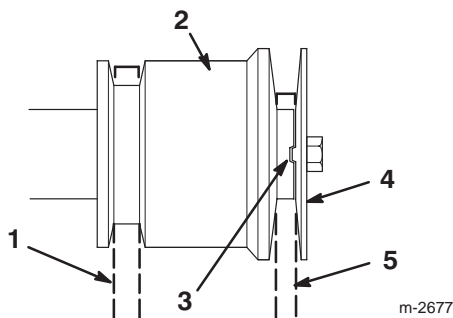

Bild 33
Hinweis: Stellen Sie sicher, dass der Fahrtriebsriemen nirgendwo eingeklemmt ist (Bild 33).
15. Bringen Sie die Motorantriebsscheibe an. Achten Sie dabei darauf, dass die Indexrippe in der Motorantriebsscheibe auf die Indexkerbe in der Motorriemenscheibe abgestimmt ist (Bild 33).
16. Bringen Sie die Scheibe, Sicherungsscheibe und die Kurbelwellenschraube an, mit denen die Motorriemenscheibe befestigt ist (Bild 33).
Hinweis: Stellen Sie sicher, dass der Fahrtriebsriemen von Schnecke/Gebläserad nirgendwo eingeklemmt ist (Bild 33).
- Hinweis:** Achten Sie darauf, dass die Indexrippe in der Motorriemenscheibe auf die Indexkerbe der mittleren Motorriemenscheibe ausgerichtet ist. Der Antriebsriemen darf nirgends eingeklemmt sein (Bild 33).